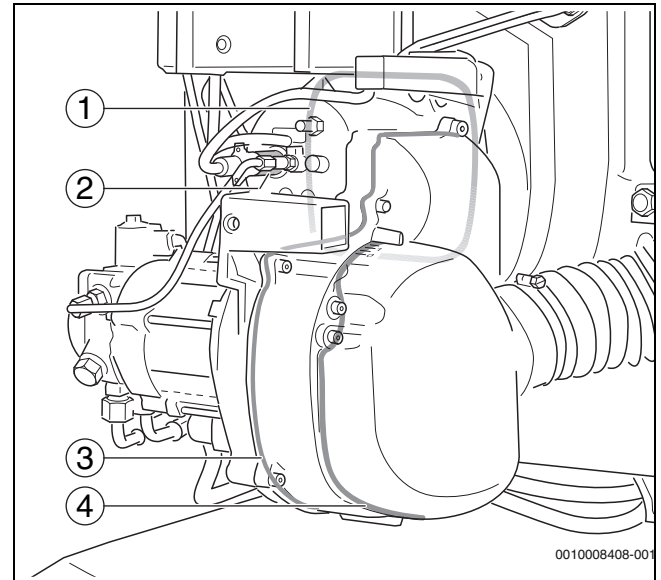

Bild 47 Zusätzliche Abdichtung
- Flachdichtung zum Brennerflansch (→Bild 47, [1])
- Halter zur Aufnahme des Flammenfühlers (→Bild 47, [2])
- Gehäuseboden mit Rundschnurdichtung (→Bild 47, [3])
- Abdichtung zum Schalldämpfer (→Bild 47, [4])